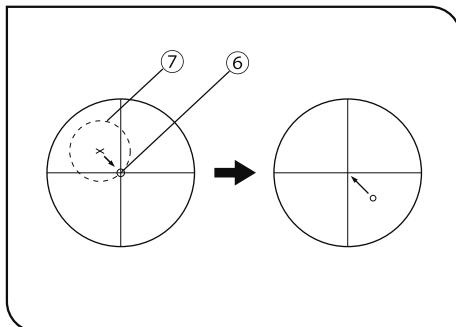

図 21
- 9) 回転ステージの心調整を行います。（図21、22）
- b) クロス接眼レンズのクロス線の中心に、標本上の目印⑥となるものを移動させます。
- c) ステージを回転させて、目印⑥が描く円⑦の中心位置を割り出し、その中心位置をクロス線の中心まで、ステージの心出しつまみ（2ヶ所）⑧を回して移動させます。
- d) 標本のみを動かして、目印⑥をクロス線の中心に移動させます。